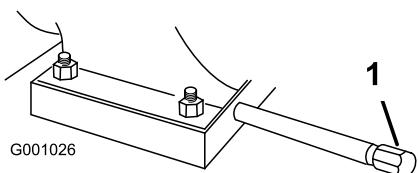

Figure 43
- Nettoyez la surface autour du bouchon de vidange d'huile (Figure 43).